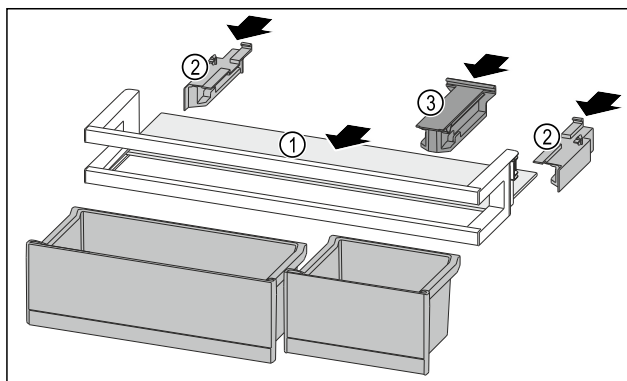

Fig. 95
- Abstellfläche Fig. 95 (1) in die seitlichen Aussparungen einschieben.
- Seitenteile Fig. 95 (2) einsetzen.
- Haltebohle Fig. 95 (3) einsetzen.